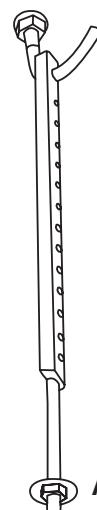

Abb. 4.4
4. Montieren Sie die vier Aufhängebolzen (siehe Abb. 4.4).